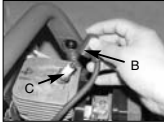

Abb. 21B
3. Ziehen Sie das Zündkabel (B) durch Ziehen und gleichzeitig Drehen von der Zündkerze ab (Abb. 21B).